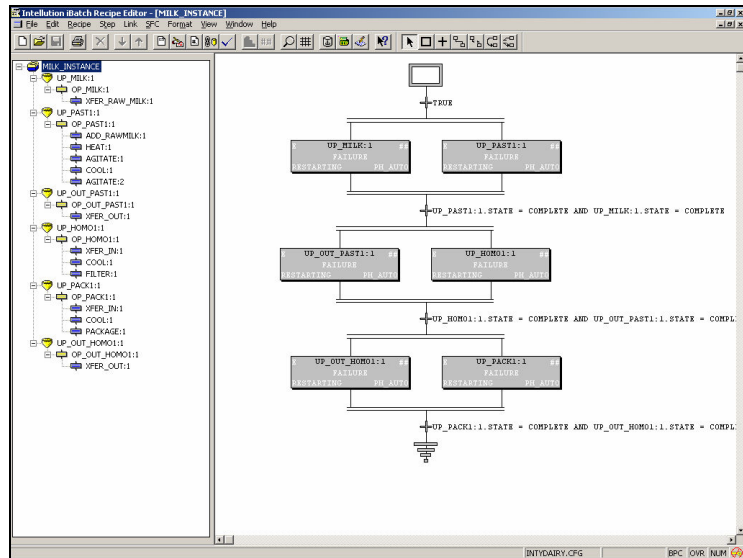

Figura 4. Editor de Receta de iBatch en el nivel de Procedimiento.
**Editor de Recetas de iBatch:** existe una estrecha relación entre el modelo de control de procedimientos de la norma ISA S88 y el editor de recetas de iBatch; prácticamente, todos los procedimientos, procedimientos de unidad, operaciones y fases sacados del modelo de la norma, son puestos en el editor de recetas de iBatch por intermedio de cuadros SFC. Así por ejemplo, en la figura 4 se muestra un procedimiento que ha sido editado en el editor de recetas por intermedio de cuadros SFC.